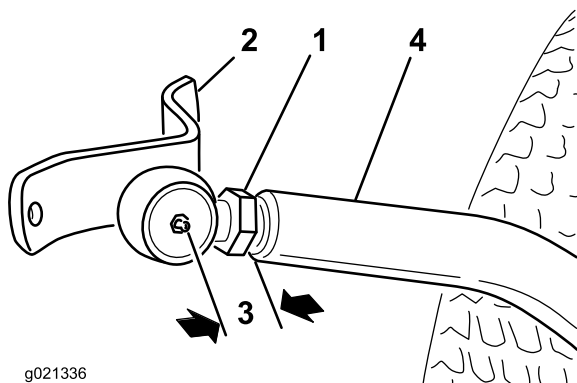

Bild 5
1. Drehen Sie die Klemmmutter ganz in das rechte Kugelgelenk ein (Bild 5).